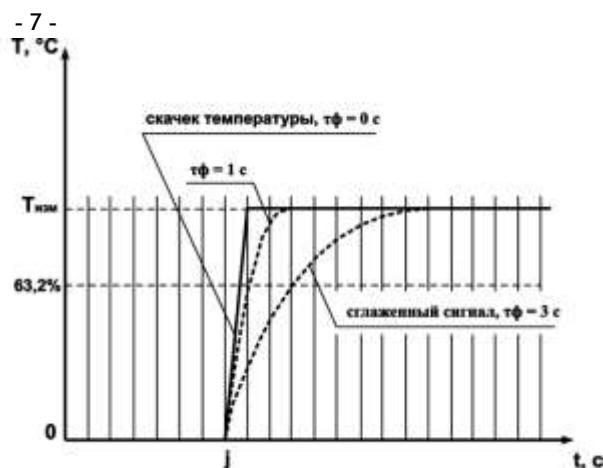

Рисунок 3.6
3.2.4.2 Цифровой фильтр устраняет шумовые составляющие сигнала, осуществляя его экспоненциальное сглаживание. Основной характеристикой экспоненциального фильтра является $t_{ф}$ – постоянная времени цифрового фильтра, параметр F_{t1} (F_{t2}, F_{t3}, F_{t4}) – интервал, в течение которого температура достигает **63,2%** измеренного значения $T_{изм}$ (рисунок 3.6).